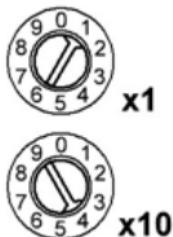

Рис.2. Адрес 41.
3.4. Установите DALI адрес. Адрес устанавливается двумя врачающимися переключателями. Первым переключателем устанавливаются единицы, вторым - десятки. На Рис.2. показан пример установки адреса 41. Переключателями устанавливается адрес первого канала, соответствующего каналу **R** зоны **1** (назовем его **A**).
Таким образом, в примере на Рис.2, будут задействованы адреса 41, 42, 43 ... 56. Максимально возможное количество адресов и устройств на шине DALI – 64 адреса.